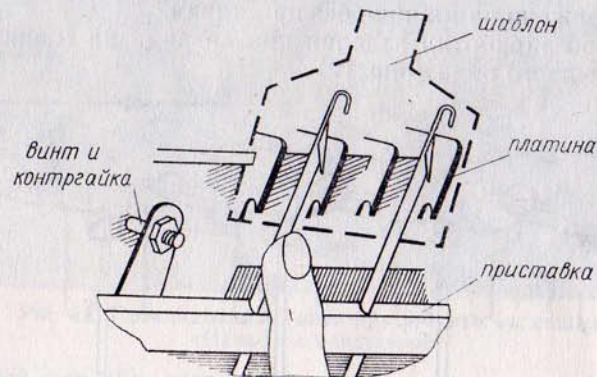

Рис. 10
4. По рис. 10. Выдвинуть крайние иглы приставки в рабочее положение. Ослабить контргайки. Нажав пальцем на иглу приставки, вворачивая или выворачивая винты, добиться, чтобы между иглой приставки и платиной было расстояние примерно 0,5 мм.